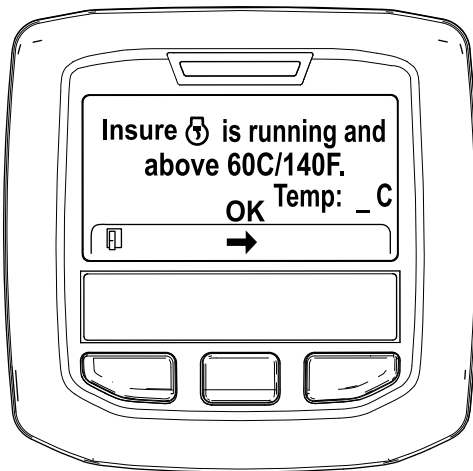

Figura 36
5. Si la temperatura del refrigerante está por debajo de 60°C (140°F), aparece el mensaje “Insure [DPF icon] is running and above 60C/140F” (Asegúrese de que funciona y esté por encima de 60 °C/140 °F). (Figura 36).